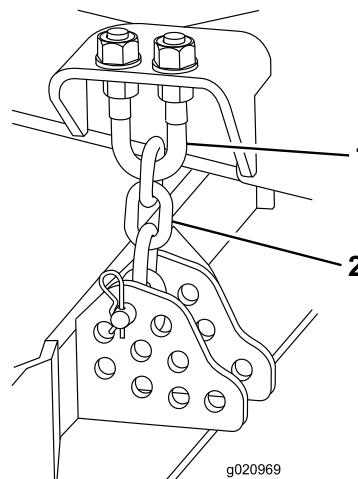

Figura 78
1. Allentate i controdadi sulla parte superiore o inferiore del bullone a U della catena dell'altezza di taglio (Figura 78).